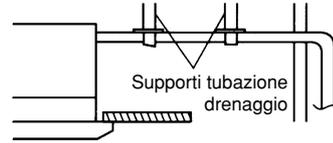

Fig. 3-12
- Non applicare sforzi eccessivi agli attacchi dell'unità durante il collegamento della tubazione di drenaggio. Sostenere la tubazione con agganci al soffitto ed il più vicino possibile all'unità. (Fig. 3-12)